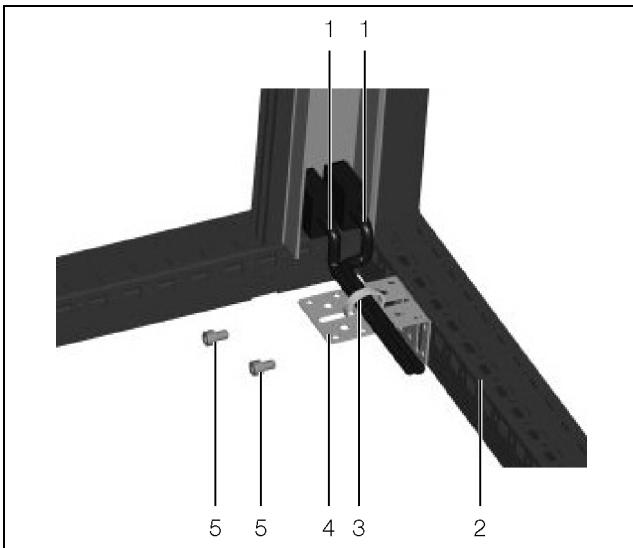

Abb. 6: Montage einer Zugentlastung (Alternative 1)
- Befestigen Sie alternativ den Winkel (Abb. 6, Pos. 4) mit den mitgelieferten Schrauben (Abb. 6, Pos. 5) von
der Seite am seitlichen Bodenrahmen (Abb. 6, Pos. 2).